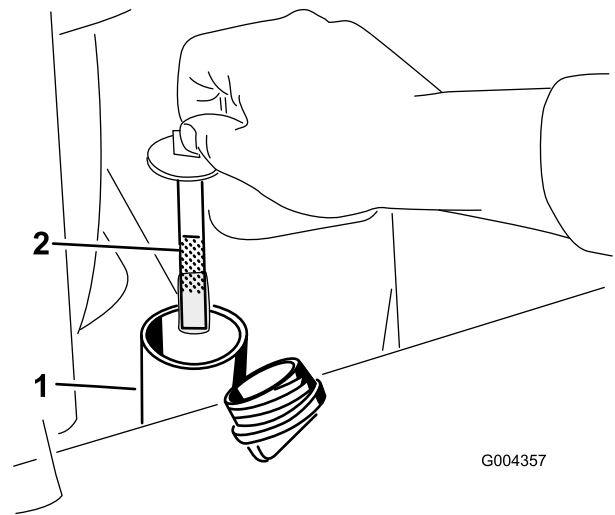

Figura 60
6. Îndepărtați capacul buonului rezervorului de ulei hidraulic și verificați nivelul uleiului pe joă (Figura 60).